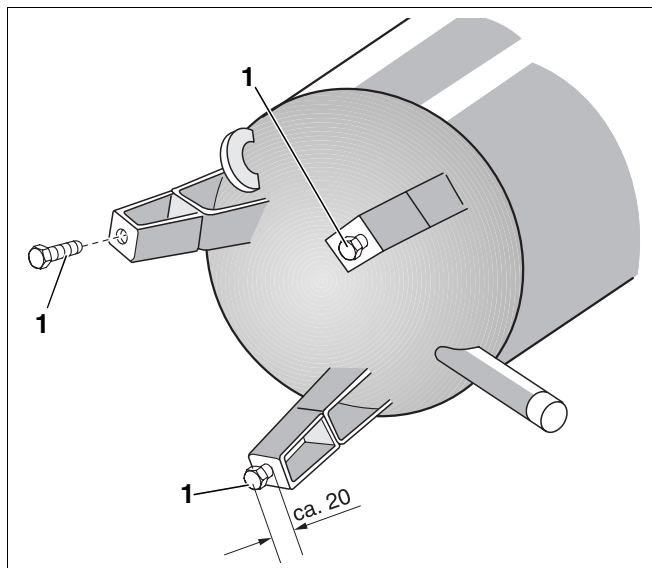

Fig. 3 Utilisation des vis de fixation comme pieds réglables (schéma de principe)
- Visser les vis de fixation (fig. 3, **pos. 1**) dans les pieds du préparateur sur env. 20 mm.